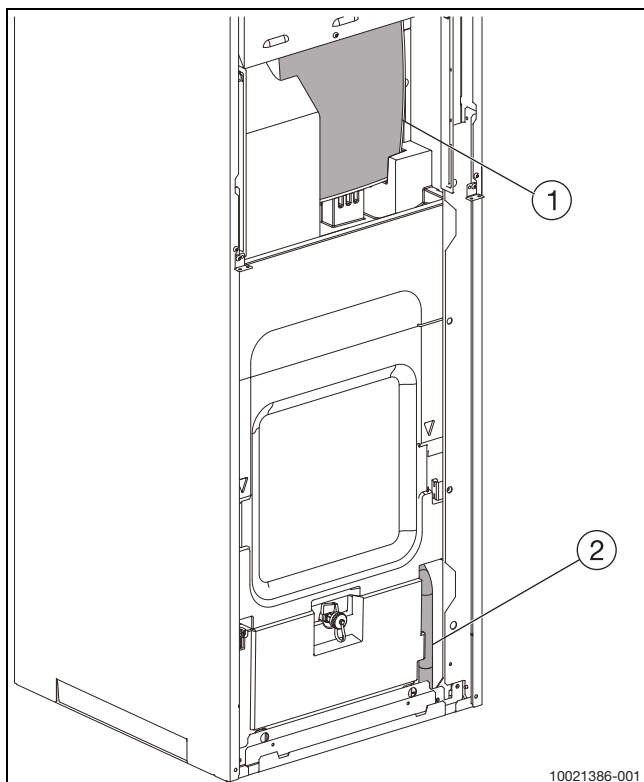

Bild 12 Vorderansicht Ablassschlauch
- ▶ Ablaufschlauch und Sicherheitsventil an einen Ablauf anschließen (siehe Abb. 12 und 13).
- ▶ Ablaufschlauch ([2], Abb. 12) an einen frostgeschützten Ablauf oder direkt an einen Wandablauf anschließen.